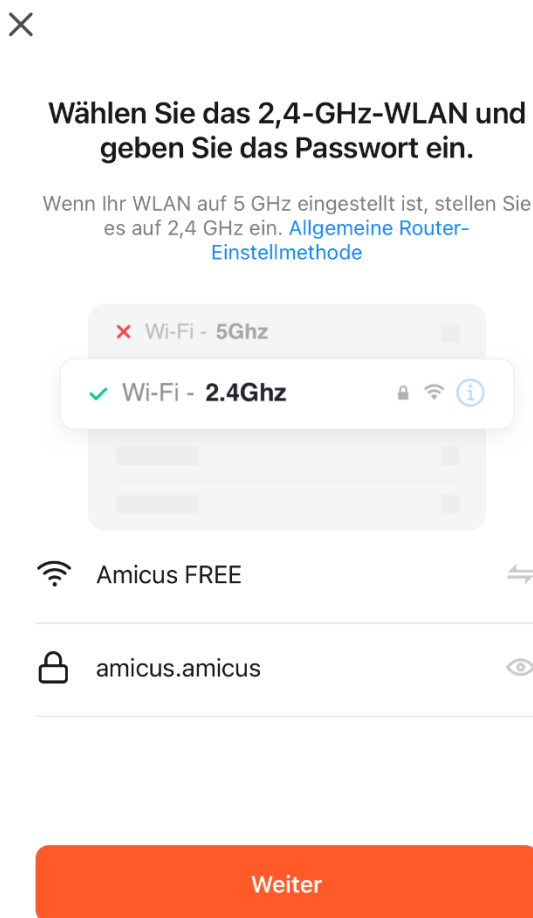

Abb. WiFi 11
SCHRITT 14: Sobald der Heizkörper hinzugefügt wurde, geben Sie die Details des WiFi-Netzwerks ein, mit dem sich der Heizkörper verbinden soll. Dies muss dasselbe WiFi-Netzwerk sein, mit dem das Smartphone verbunden ist. Drücken Sie die Schaltfläche "Weiter". Abb. WiFi 11